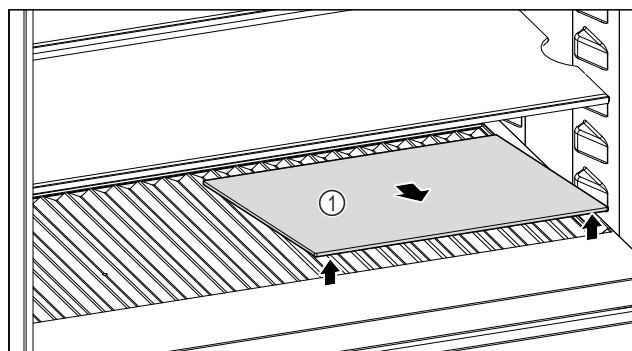

Fig. 254
- Podignite staklenu ploču Fig. 254 (1) na otvoru sprijeda i izvadite je.
- Čuvajte staklenu ploču Fig. 254 (1) na sigurnom izvan uređaja.